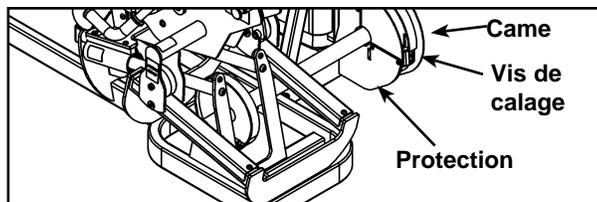

Figure 1B
E. Faites pivoter la came et détachez la courroie de pile de poids de la came (en desserrant les deux vis de calage situées sur la pince de courroie à l'aide d'une clé Allen de 7/32 po). Reportez vous à la figure 1B.
P. Rattachez la courroie de pile de poids (retirée à l'étape 4E) à la pince de courroie de la came. Reportez vous à la figure 1B.